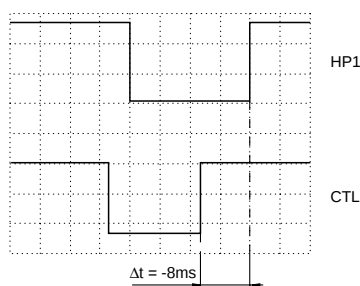

Fig. 23
- Mit den Tasten **←** / **→** den Zeitabstand zwischen dem Kopfschaltimpuls und der steigenden Flanke des CTL-Impulses auf $\Delta t = -8\text{ms}$ (Fig. 23) einstellen.
- Using the **←** / **→** buttons set the time interval between the head pulse and the rising edge of the CTL pulse to $\Delta t = -8\text{ms}$ (Fig. 23).